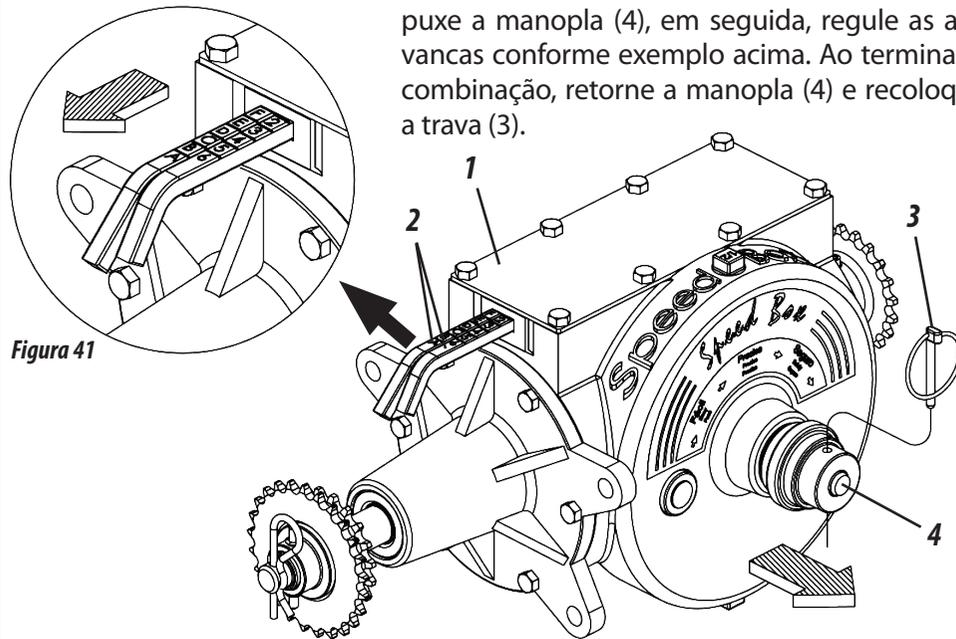

Figura 41
SPEED BOX (FIGURA 41)
- 1- Selecione a quantidade desejada nas tabelas e verifique a combinação correspondente nas alavancas (2). **Exemplo:** Posição **F2** na tabela, indica que a alavanca com letras deve estar na posição **"F"** e a alavanca com números deve estar na posição **"2"**; **conforme mostra a figura 41**
- 2- Para movimentar as alavancas, retire a trava (3), puxe a manopla (4), em seguida, regule as alavancas conforme exemplo acima. Ao terminar a combinação, retorne a manopla (4) e recoloque a trava (3).